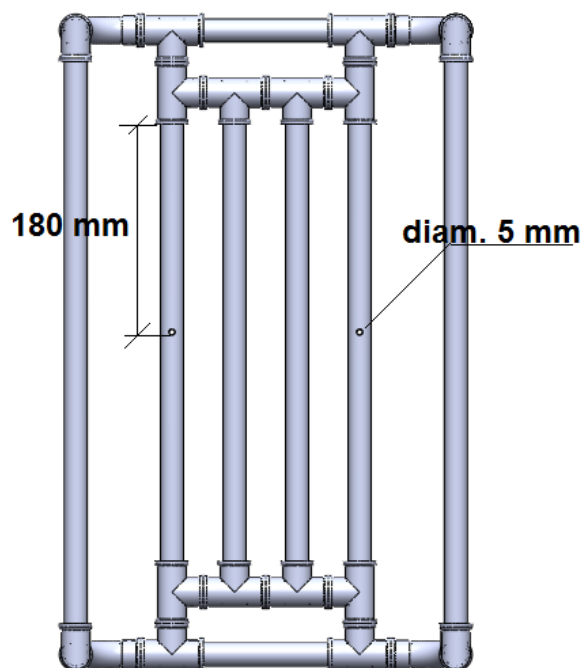

Figura 54. Fixação do encosto - Passo 3
- Passo 3: Faça um furo passante com a broca de 5 mm, a uma distância de 180 mm da conexão "T 20 mm", nos dois canos externos 410X20 mm do suporte de tronco, conforme a figura 54;